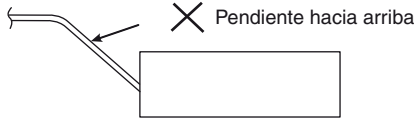

Fig. 3-9
- No instale el tubo con una pendiente hacia arriba desde el orificio de conexión. De lo contrario, el agua de drenaje podría fluir hacia atrás y fugarse cuando la unidad no está en funcionamiento. (Fig. 3-9)